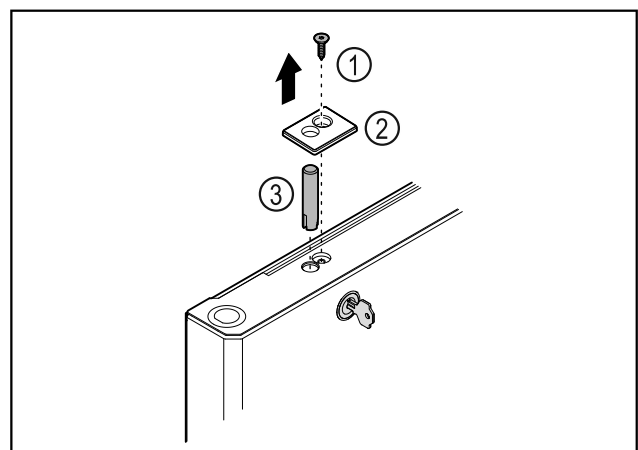

Fig. 41
- ▶ Αφαιρέστε τη βίδα Fig. 41 (1).
- ▶ Ξεκουμπώστε το κάλυμμα Fig. 41 (2) με ένα μικρό κατσαβίδι και αφαιρέστε το.
- ▶ Τραβήξτε έξω τον πείρο της κλειδαριάς Fig. 41 (3).